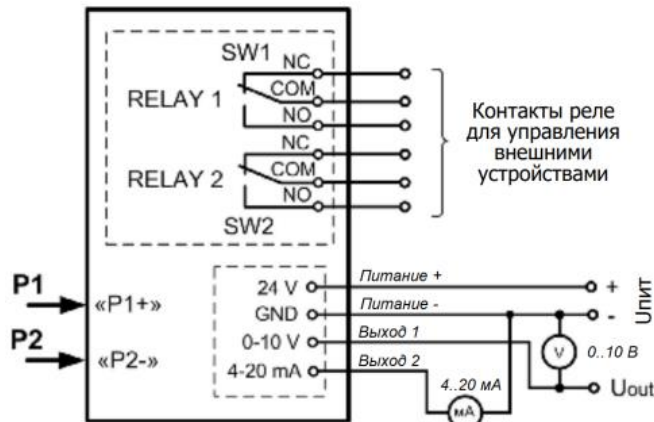

Рисунок 4. Схемы подключения.
4.6. Цепи датчика подключаются через кабельные вводы в соответствии с электрическими схемами подключения (см. рис. 4., таб. 6.).